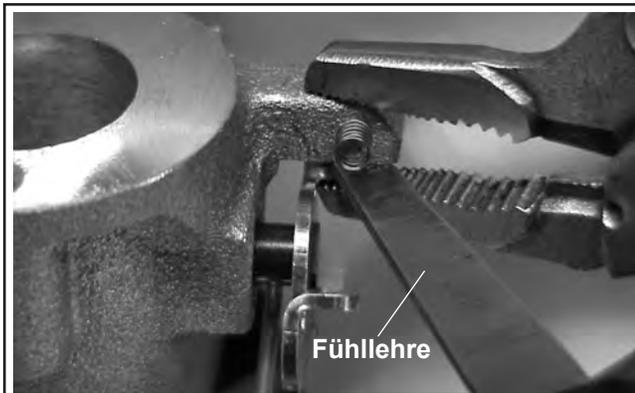

Abbildung 5B-39. Einföhrung der Fühllehre (Motoren ohne Anschlagsschraube).
b. Auf Motoren ohne Anschlagsschraube werden die Klappe und die Gashebelwelle in die Position "vollständige Öffnung der Drosselklappe" gedreht, so dass der Schaft der Klappe der Gashebelwelle gegen das Ende der Anschlagsschraube hohe Drehzahl lehnt. Siehe Abbildung 5B-38. Kurzzeitig in dieser Position fixieren.